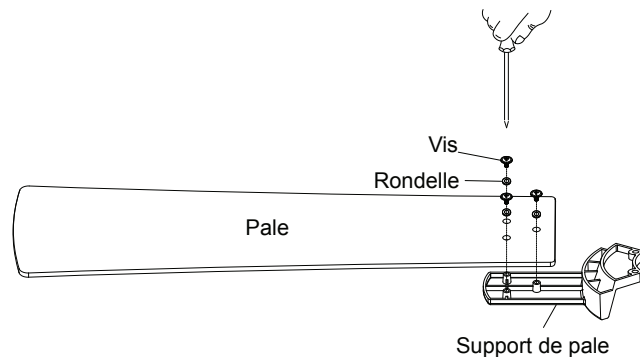

Fig. 16
Étape 1. Alignez les trous de la pale et de la rondelle sur les trous des supports de pale et fixez solidement la pale en place avec les vis fournies. (Fig. 16)